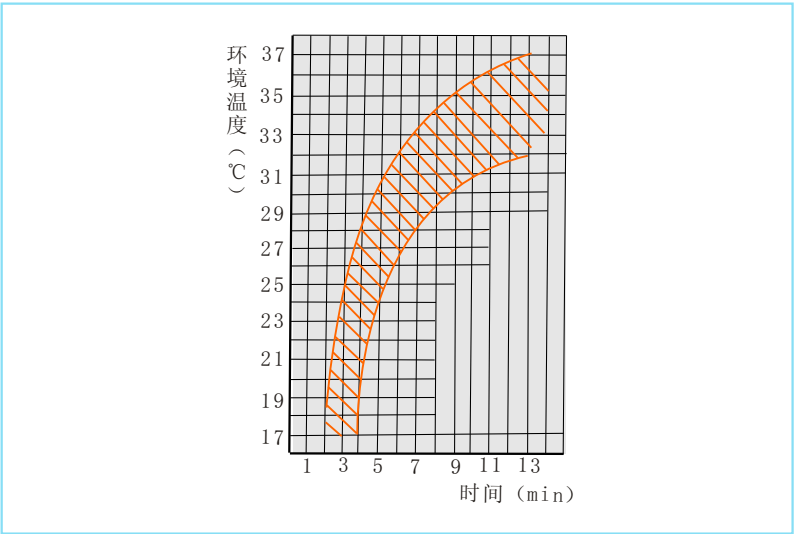

图8-20 环境温度与压缩机第一次停转时间的关系
(4) 使用冷气时应将冷暖气旋钮旋至最冷位置，以保证暖风系统不工作，并检查进风门是否关严。
(5) 检查空调压缩机运转声音是否正常，压缩机电磁离合器离合是否彻底。
(6) 若仍然制冷量不足，可按下面方法检查：
① 门窗关闭、发动机盖打开；空调系统吹向面部的出风口打开，其余风口关闭；鼓风机开最高挡，发动机以 2000r/min 的转速运转，冷暖气旋钮旋至最冷位置。
② 打开A/C开关，记录右出风口温度、记录右出风口降至 10°C 的时间及压缩机第一次停转的时间。查看图8-20，在阴影区内就属正常，否则表示制冷系统有故障。